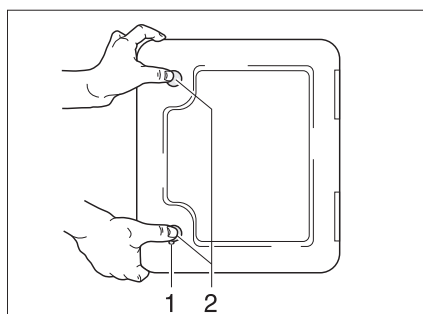

Fig. 154 Portillon pour cassette Thetford
Le portillon pour la cassette Thetford (Fig. 154) se trouve à l'extérieur du véhicule.
- Insérer la clé dans le barillet du verrou à pression (Fig. 154,1) et la tourner d'un quart de tour dans le sens des aiguilles d'une montre.
- Appuyer du pouce et simultanément sur les deux verrous de pression (Fig. 154,2) et ouvrir le portillon pour la cassette Thetford.